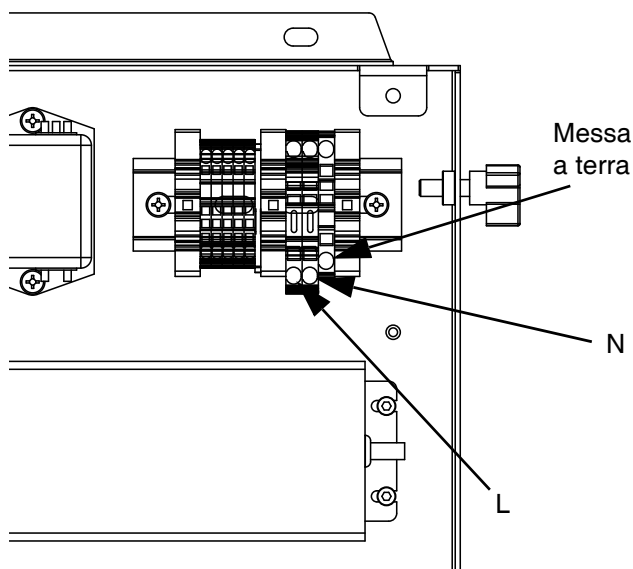

FIG. 14: Cablaggio 100-240 V ca
- Per il cablaggio a 100-240 V ca consultare FIG. 14.